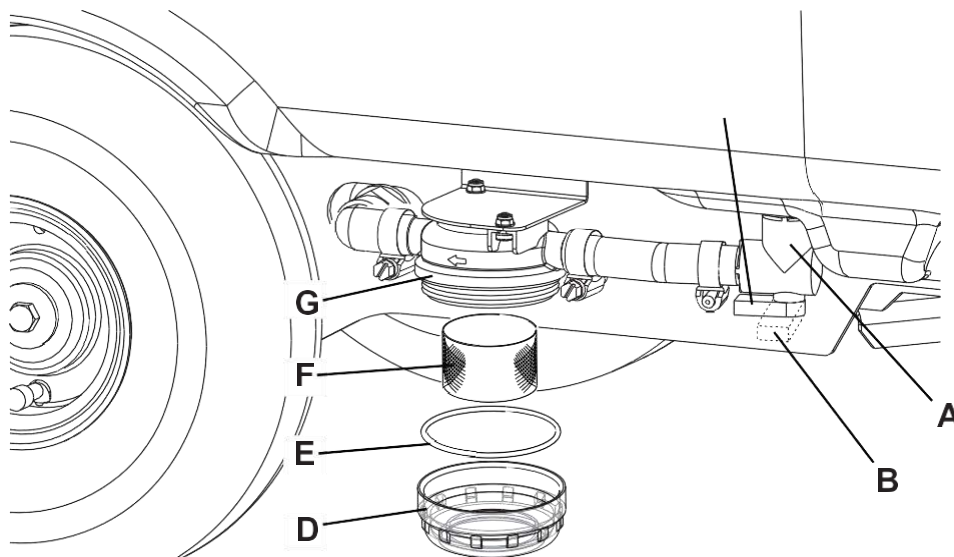

Abb. 14
2. Das Gerät ausschalten, indem der Schalter (66) etwa eine Sekunde lang gedrückt wird.
3. Den Hahn der Reinigungslösung (A, Abb. 14) schließen, der sich unter der Maschine, hinter dem linken Hinterrad befindet. Das Ventil (A) ist geschlossen, wenn es sich in Stellung (B) befindet. In Stellung (C) ist es geöffnet.
4. Den durchsichtigen Becher (D) abnehmen, Dichtung (E) beiseite legen und Siebfilter (F) entfernen. Alles reinigen und in der Halterung (G) anbringen.